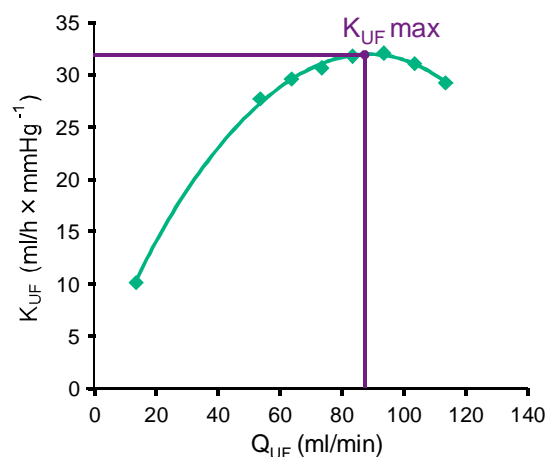

Bild 11-25 Princip för K_{UFmax} bestämning
För K_{UF} beräkning (se även avsnitt 13.10 Formler (423)), ställer maskinen in det konvektiva flödet Q_{UF} , mäter TMP och beräknar ultrafiltreringskoefficient K_{UF} . Bestämning av K_{UF} för olika Q_{UF} värden ger en typisk parabelfunktion (Bild 11-25): K_{UF} ökar först, upp till parabelns max.värde, och minskar sedan om Q_{UF} fortfarande ökas. Genom att anpassa de bestämda värdena med en regressionskurva ($f(x) = Ax^2 + Bx + C$), kan man härleda den maximala ultrafiltreringskoefficienten (K_{UFmax}) och motsvarande konvektivt flöde (Q_{UF}).